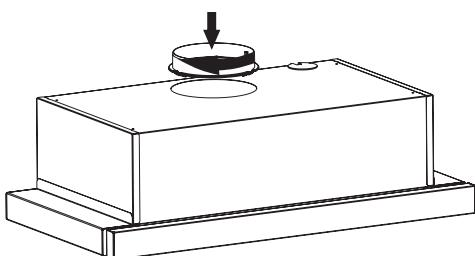

Rys. 2
- Włożyć plastikowy sworzeń na zaworze (Rys. 2, obszar 2) w gniazdo sworznia (Rys. 2, obszar 1) znajdujące się na wylocie silnika. Następnie wyciągnąć nieznacznie zawór, aby włożyć inny sworzeń na zaworze do innego gniazda sworznia. Rys. 2